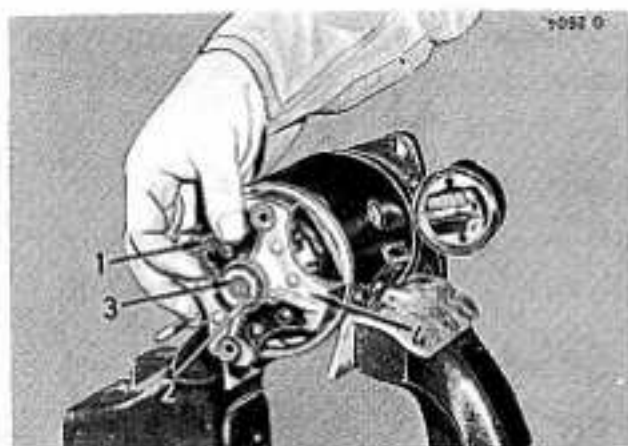

Bild 244
Schlitzscheibe (1) und Ausgleichscheiben (2) abnehmen, Bild 244. Kollektorlager (4) abnehmen.